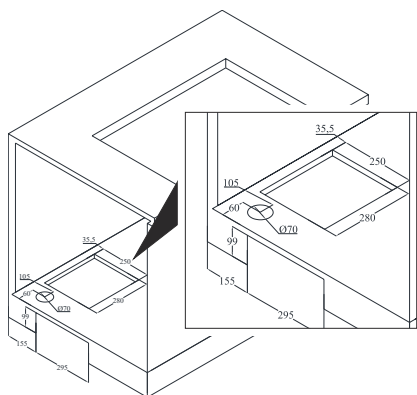

Fig. 9
4. ➤ Følg målene på tegningen til montering af motoren i soklen (Fig. 9).